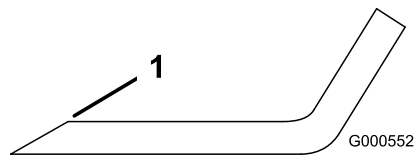
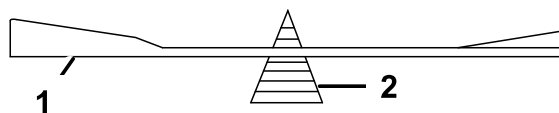

Figura 47
Figura 48
1. Utilize uma lima para afiar a aresta de corte em ambas as extremidades da lâmina (Figura 47). Mantenha o ângulo original. A lâmina manterá o equilíbrio se for retirada a mesma quantidade de material de ambas as extremidades de corte.
2. Verifique o equilíbrio da lâmina colocando-a num equilibrador de lâminas (Figura 48). Se a lâmina ficar na horizontal é porque está equilibrada e pode ser utilizada. Se a lâmina não estiver equilibrada, lime algum metal da extremidade da aba apenas (Figura 47). Repita este procedimento até a lâmina estar equilibrada.